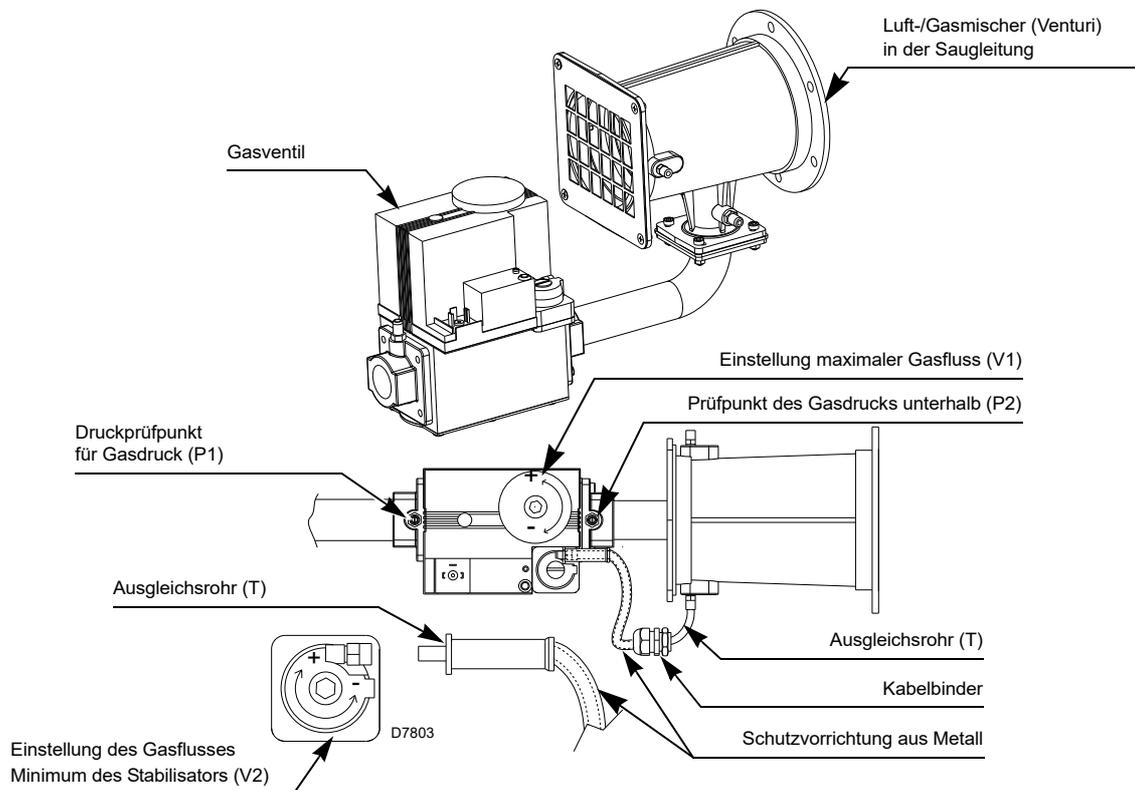

Abb. 23
Zur Änderung des maximalen Gasdurchsatzes die Schraube V1 (Abb. 23 auf Seite 27) betätigen.
Zum Ändern des minimalen Gasdurchsatzes, die Schraube V2 am Gasventil (Abb. 23 auf Seite 27) betätigen.
- die Luft aus der Gasleitung mittels der Schraube am Anschluss ablassen (Abb. 23 auf Seite 27).